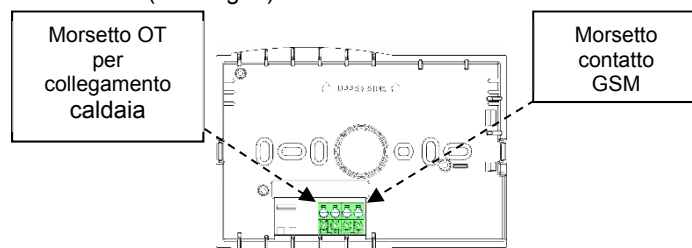

Fig. 3
4. Effettuare il cablaggio del dispositivo con la caldaia tramite il morsetto (vedi Fig. 3).